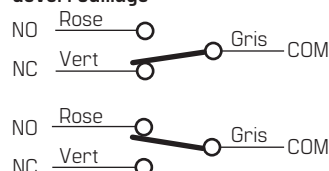
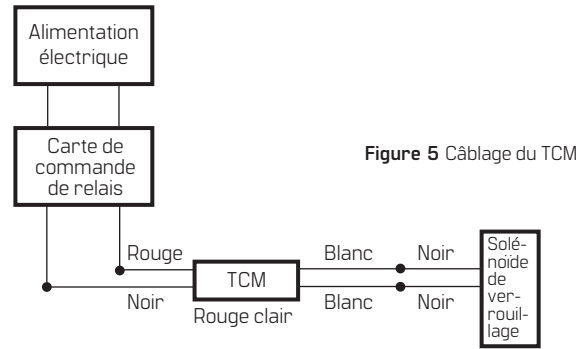

Figure 4 Comprendre les états des contacts du commutateur
Figure 5 Câblage du TCM
- Effectuer les raccordements de la serrure à mortaise conformément aux spécifications figurant sur les Figure 3, Figure 4, et Figure 5.
- 4.2 Raccorder les fils rouge (+) et noir (-) du nouveau TCM à la carte de commande de relais ou à une autre source d'alimentation à l'aide du connecteur approprié (voir **Figure 5**).